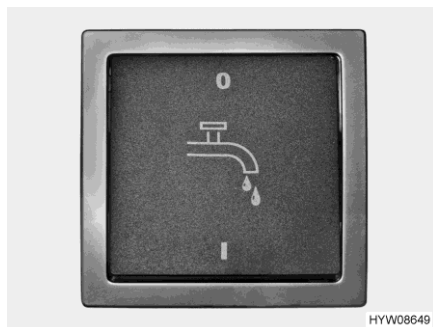

Fig. 166 Interruttore (pompa dell'acqua)
- ▷ Prima di poter utilizzare le rubinetterie dell'acqua, è necessario inserire l'alimentazione a 12 V sul pannello di controllo e la pompa dell'acqua dall'interruttore (Fig. 166). In caso contrario la pompa dell'acqua non funziona.